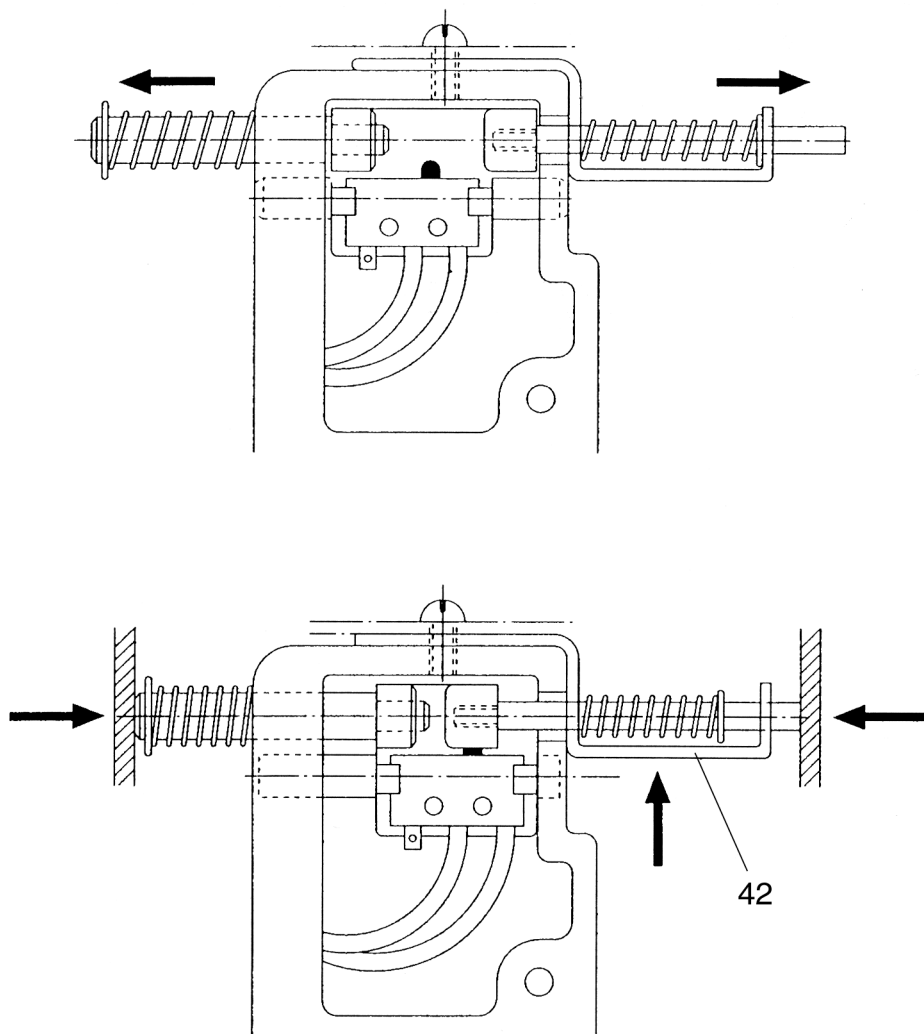

Рис. 69
- При необходимости можно слегка отжимать вверх держатель контакта 42 до тех пор, пока микровыключатель не будет надежно работать (рис. 69).